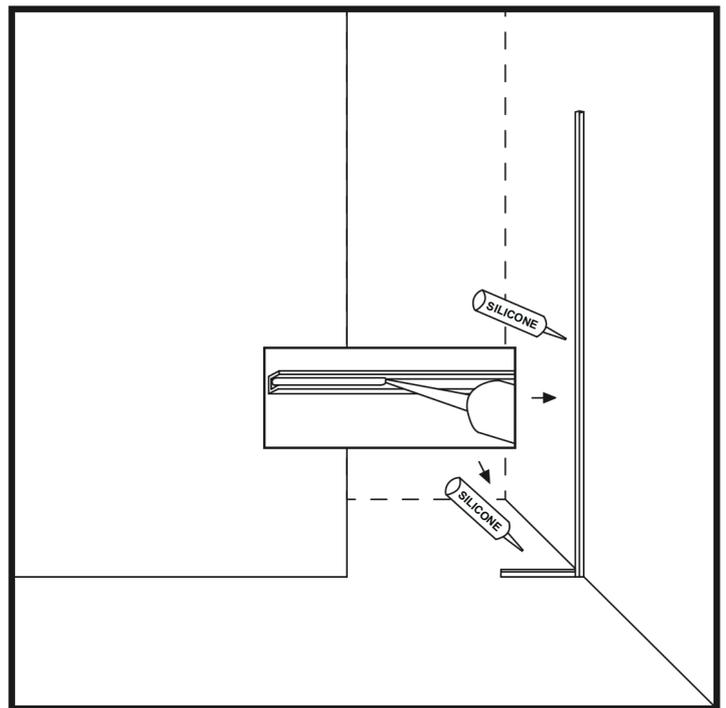

Abbildung 6
15. Füllen Sie die U-Leisten an Wand und Boden mit einem gleichmäßigen Silikonstreifen. (Abbildung 6)